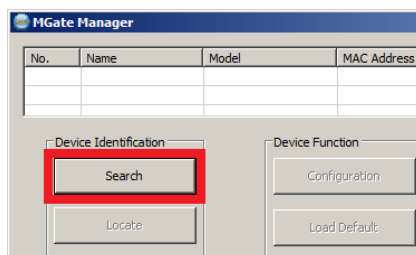

Рис. 2
1.1 Запустите МGate Manager и нажмите **Search** для осуществления поиска устройств (Рис. 2).